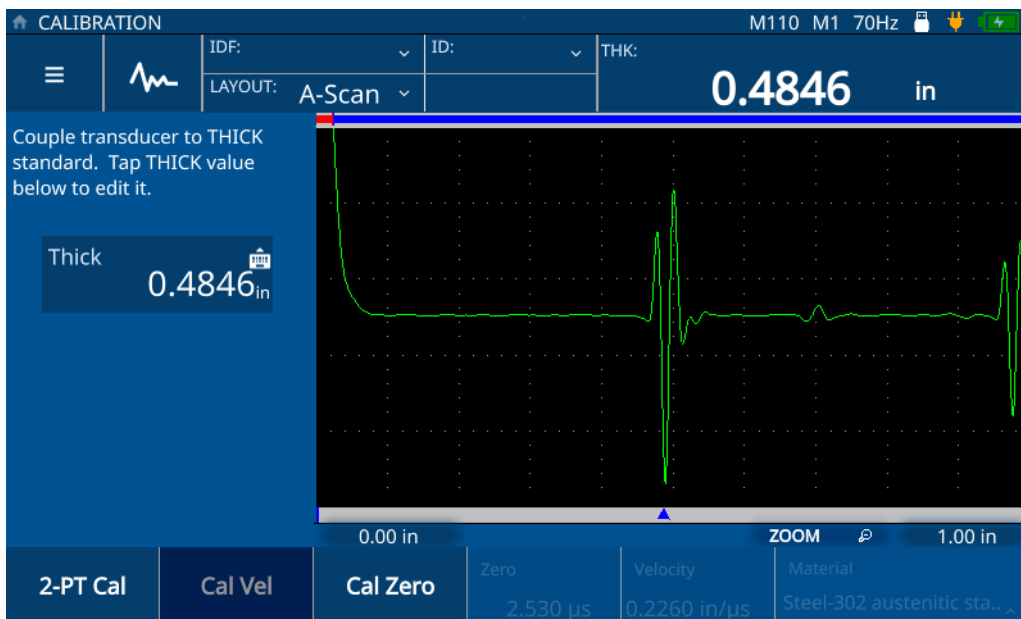

Figura 5-8 Calibração da velocidade (calibração 2-PT)
4. Siga as instruções na tela que fornecem instruções de calibração e acople o transdutor à amostra com uma espessura máxima conhecida (consulte Figura 5-8 na página 47).